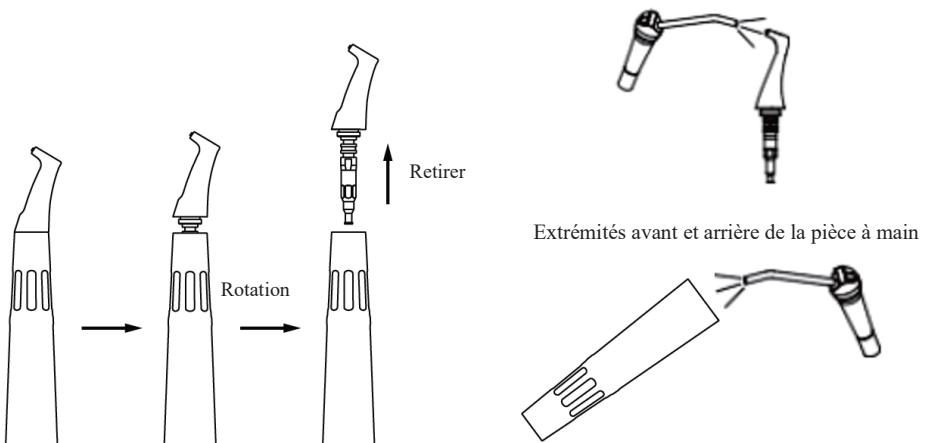

Figure 8 Schéma de nettoyage de la pièce à main
3.7.1.1 Retirer la pièce à main d'aéropolissage, desserrer la tête de la pièce à main et retirer la tête de la pièce à main (pour la pièce à main sous-gingivale, la buse doit être retirée au préalable), comme indiqué sur la figure 8.